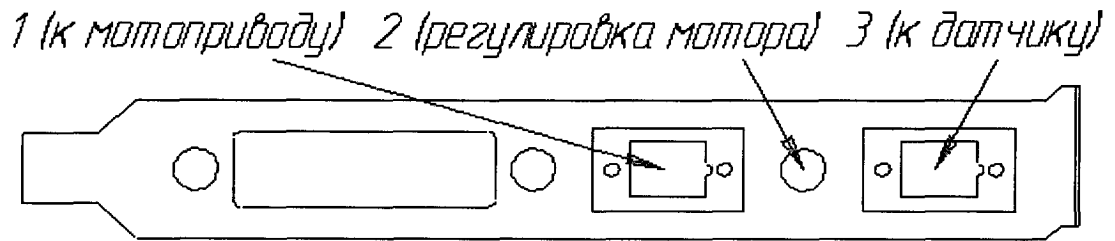

Рисунок 4. Вид на разъёмы платы
Подсоединить кабель от датчика в крайнее гнездо ISA-блока (см. рис. 4 и 5). Со стороны датчика этот кабель надо зафиксировать, заложив его в щель между приводом профилометра и штативом, при этом прослабив кабель в промежутке между датчиком и щелью для возможности прогиба кабеля при движении датчика при трассировании.
**7.3.4. В случае установки нового привода** необходимо проверить, не возникает ли дрожание мотора привода. Если возникает, необходимо настроить точку демпфирования мотора привода следующим образом: повернуть на ISA-плате потенциометр «регулировка мотора» (см. рис. 4 и 5, потенциометр в отверстии между разъёмами датчика и привода ISA-платы) против часовой стрелки до упора, потом осторожно поворачивать по часовой стрелке, при появлении дрожания мотора (это слышно и даже видно при больших амплитудах) вновь повернуть немного (порядка 5 градусов) против часовой стрелки и оставить в этом положении.